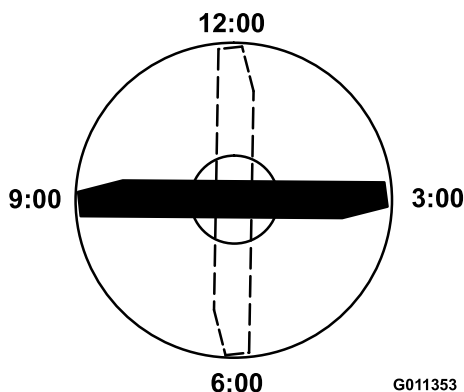

Figura 66
4. Coloque el filo de corte del extremo marcado de la cuchilla en la posición de las 12 (hacia adelante, en el sentido de la siega) (Figura 66) y mida la altura desde la mesa hasta el filo de corte de la cuchilla.
5. Gire el extremo marcado de la cuchilla a las posiciones de las 3 y de las 9 (Figura 66) y mida las alturas.